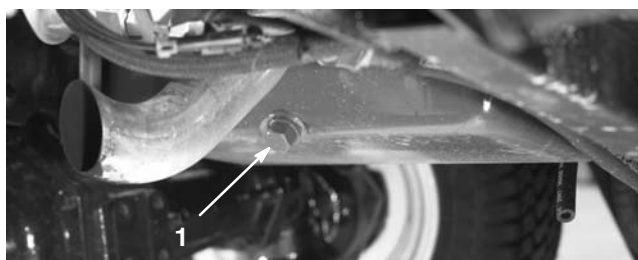

Bild 46
1. Entfernen Sie eine Ablassschraube (Bild 46) und lassen das Öl in ein Auffanggefäß ab. Schrauben Sie die Ablassschraube wieder ein, nachdem das Öl abgelassen ist.